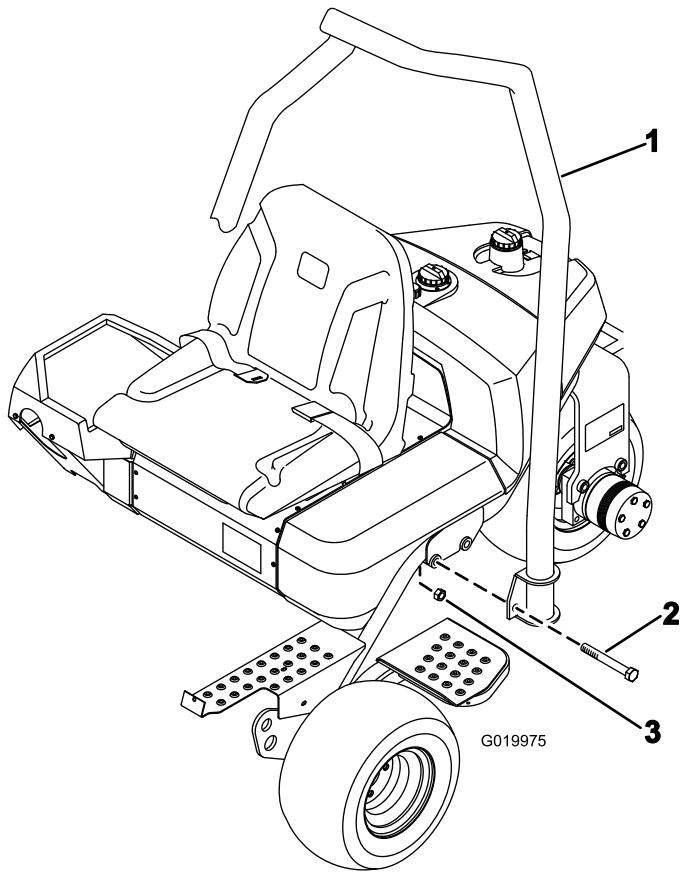

Figura 7
- Abbassate il roll-bar sul telaio, allineandolo con i fori di montaggio (Figura 7).
- Fissate ogni lato del roll-bar al telaio con 2 bulloni (5/8" x 4 1/2") e dadi di bloccaggio come mostrato in Figura 7.
- Disponete il roll-bar in modo che l'estremità del tubo sia curvato verso la parte anteriore della macchina (Figura 7).